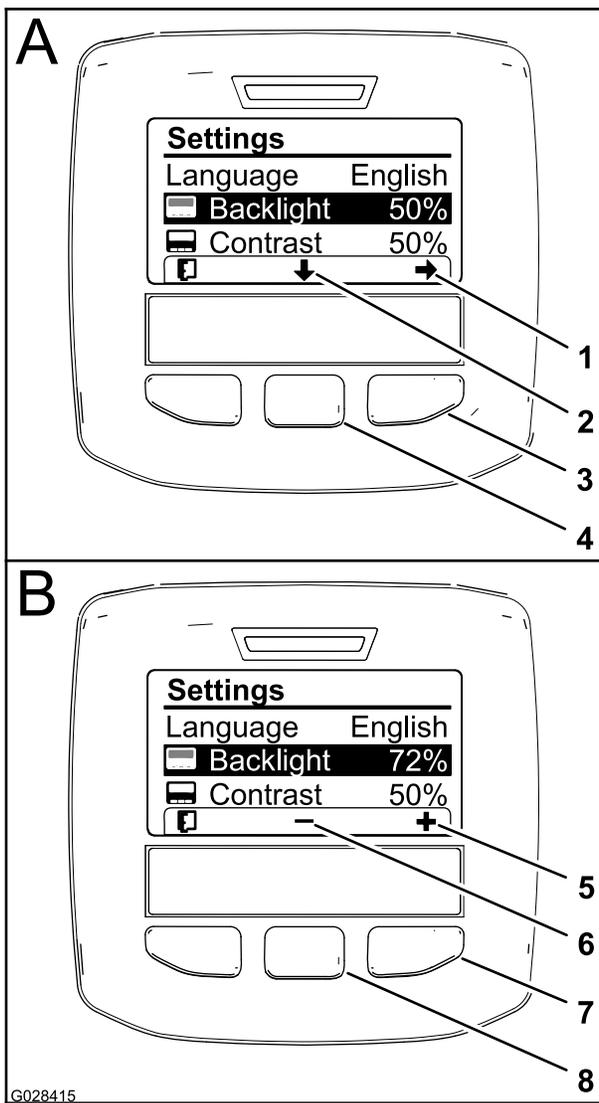

Figure 10
1. Pour régler le niveau de rétroéclairage ou de contraste de l'affichage, appuyez sur le bouton de sélection central (situé sous la flèche vers le bas dans l'affichage) pour passer à l'option de réglage du rétroéclairage ou du contraste (Figure 10).
- Appuyez sur le bouton de sélection droit pour afficher le menu contextuel de réglage de la valeur (Figure 10).
- Utilisez les boutons de sélection droit et central pour modifier la luminosité ou le niveau de contraste de l'affichage (Figure 10).
- Appuyez sur le bouton de sélection gauche pour sauvegarder votre choix (Figure 10).